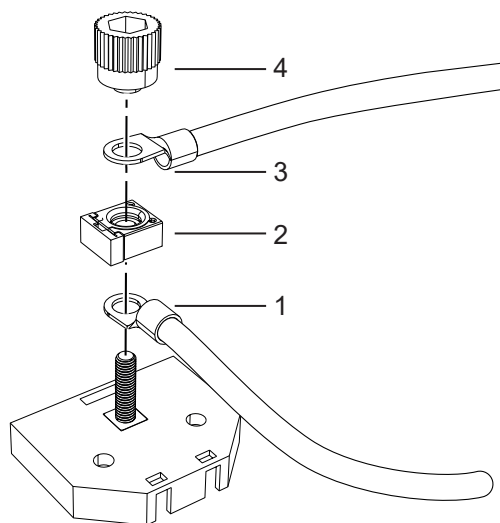

Bild 23. Placera säkring och anslut kablage
2. Avståndet mellan fordonets bakre kant och centrum på manöverdonen skall vara $400\text{ mm} \pm 100\text{ mm}$. Avstånden mellan manöverdonen skall vara minst 250 mm. Se bild 23.
2. Anslut huvudströmkabeln till anslutningspunkten och placera säkringen ovanpå, se Bild 23:1 och Bild 23:2.
3. Anslut en kabel från batteriets pluspol, se Bild 23:3.
4. Skruva fast kabelanslutningar och säkring med vredet. Kablarna monteras 90° alt. 180° ifrån varandra. Säkringen monteras i rät vinkel mot kablarna, se Bild 23.